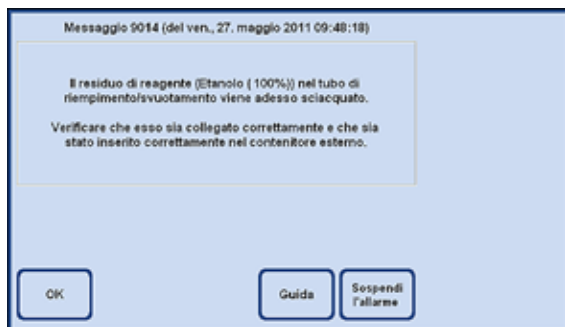

Fig. 167
- Il termine del processo viene visualizzato su una finestra informativa (fig. 167). Per continuare il lavoro, confermare questa finestra con **OK**.